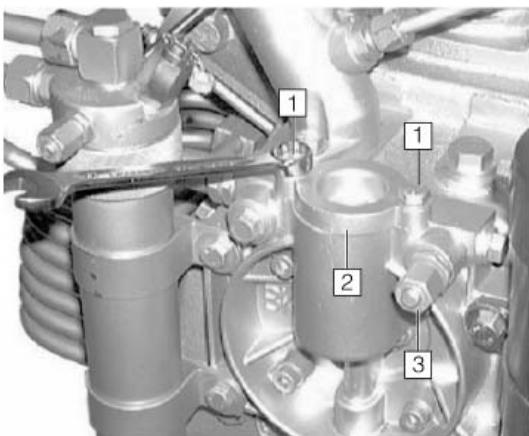

图 28 打开滤盒
用13mm扳手打开两个螺丝 (图28中1)，打开盒盖 (2)。
开动压缩机，将所有排水阀打开，使压缩机不能起压。旋开螺丝帽及塞子 (参照其3，图28) 三圈，等待直到流出来的润滑油内没有气泡，把螺丝及塞子装回并上紧。